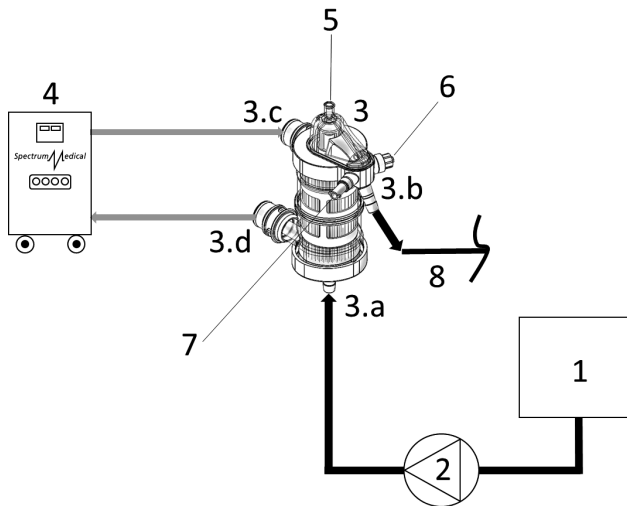

Fig. 2
- Verificare la presenza dell'O-Ring sui connettori HTF (ref 3c e 3d Fig.2).
4. Togliere le capsule di protezione dai connettori lato HTF del dispositivo (ref 3c e 3d Fig.2).
5. Connettere i tubi del termocircolatore Quantum Heater-Cooler System di Spectrum Medical (ref.4 Fig.2) al dispositivo (ref. 3c e 3d Fig.2), attraverso i connettori femmina ad aggancio rapido.
2. Rimuovere la capsula di protezione dal connettore di ingresso sangue (ref 3a Fig.2).
4. Rimuovere la capsula di protezione dal connettore di uscita sangue (ref 3b Fig.2).
6. Il connettore luer di spurgo (ref.5 Fig.2) deve essere collegato ad una linea di spurgo dotata di rubinetto. La linea di spurgo deve essere dotata di una valvola unidirezionale per impedire il reflusso all'interno dispositivo.
8. Collegare una linea di spurgo aggiuntiva alla valvola di sovrappressione (ref.6 Fig.2).
10. Inserire nell'innesto porta sonda del dispositivo (ref.7 Fig.2), la sonda di temperatura YSI compatibile.
1. Aprire la linea di spurgo (ref 5 Fig.2).
2. Clampare la linea di uscita del dispositivo e attivare le pompa per cardioplegia (ref.2 Fig.2) a basso flusso (30-40 ml/min).
4. Chiudere la linea di spurgo (ref 5 Fig.2).